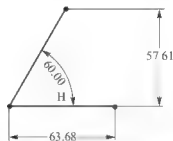

图 2.50 标注直线与直线角度
(1) 直线与直线角度：分别单击需要标注角度的直线，然后在两条直线中间需要放置尺寸的地方单击鼠标中键即可，如图 2.50 所示。